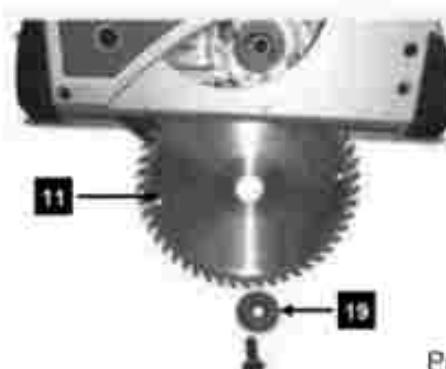

Рис. 5
4. Зняць прыціскную шайбу (поз. 19, рис. 5) і пільны дыск (поз. 11, рис. 5).